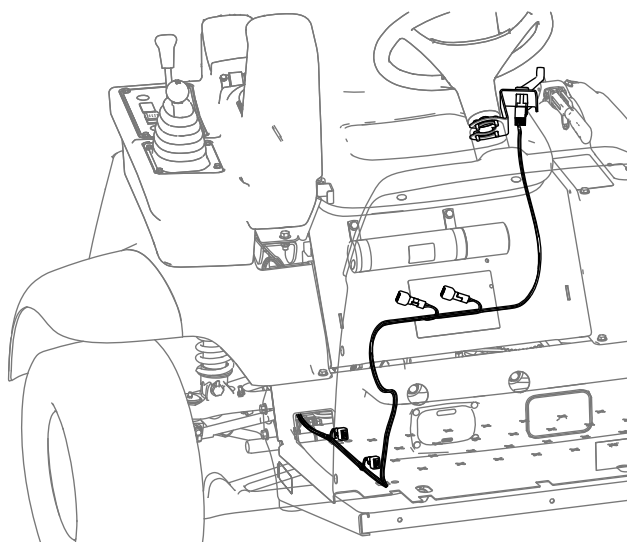

Figura 9
6. Encaminhe a cablagem sob o painel na placa do piso e para cima até à coluna da direção (Figura 9).